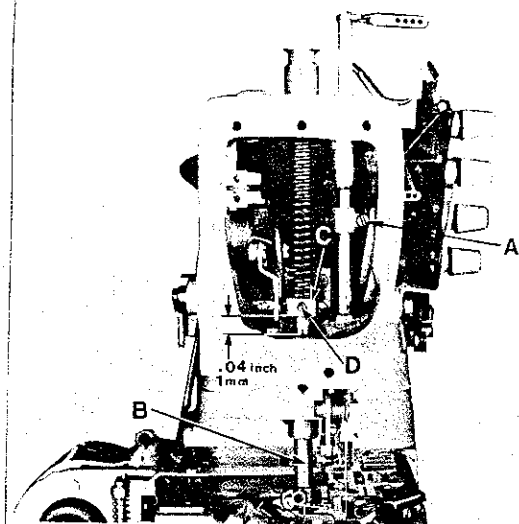
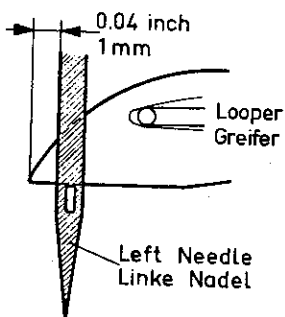

Fig.11
Fig.13
2. Aflojar el tornillo (A, Fig. 11) y girar la barra de aguja hasta que las agujas estén centradas en la plancha de aguja.
3. Apretar de nuevo el tornillo (A, Fig. 11).
La altura de la barra es correcta cuando la punta del looper en su recorrido de derecha a izquierda está a  $1\text{mm} = .040"$  a la izquierda de la aguja izquierda (Fig. 13) y la parte superior del ojo de la aguja está nivelada con la parte inferior del looper como se muestra en (Fig. 13). Para este ajuste, afloje tornillo (A, Fig. 11) y mover la barra de aguja lo necesario.